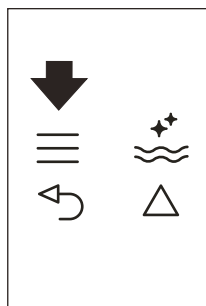
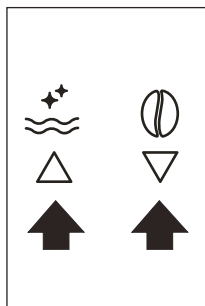

Fig. 22
Fig. 9
- ▶ Premere l'icona ≡ (B2) per entrare nel menù (Fig. 22), o poi premere le icone △ ▽ (B7) e (B8) (Fig. 9) fino a selezionare il messaggio "PROGRAMM. CAPPUCCINO".
- ▶ Premere l'icona ≡ (B2) per entrare nel menù (Fig. 22) o poi premere le icone Δ ▽ (B7) e (B8) (Fig. 2) fino a selezionare il messaggio "CAFFÈ PER CAPPUCCINO".
- ▶ Premere nuovamente l'icona OK (B9) per confermare e poi premere le icone Δ ▽ (B7) e (B8) (Fig. 9) fino a selezionare il messaggio "CAFFÈ PER CAPPUCCINO".